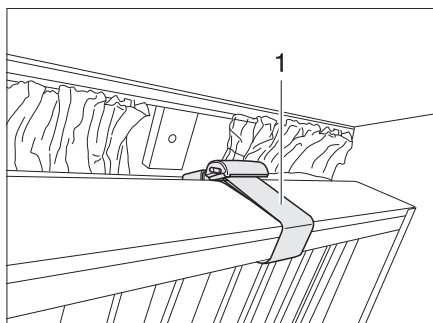

Fig. 65 Lit superposé, rabattable
- ▶ Verrouiller le lit superposé avec la ceinture de sécurité (Fig. 65,1) une fois qu'il est rabattu vers le haut. Risque de blessure!
Les lits superposés peuvent être rabattus vers le haut et sécurisés avec la ceinture de sécurité (Fig. 65,1). La zone sous le lit peut alors être utilisée comme espace de rangement.